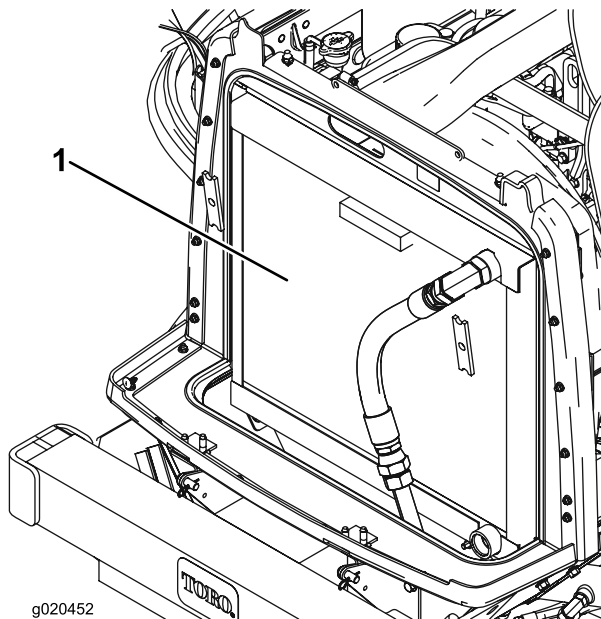

Bild 65
2. Reinigen Sie beide Seiten des Kühlers bzw. Ölkühlers (Bild 65) gründlich mit Druckluft. Blasen Sie Rückstände von vorne nach hinten heraus. Reinigen Sie dann von hinten und blasen Sie nach vorne. Wiederholen Sie dies mehrmals, bis alle Rückstände entfernt sind.